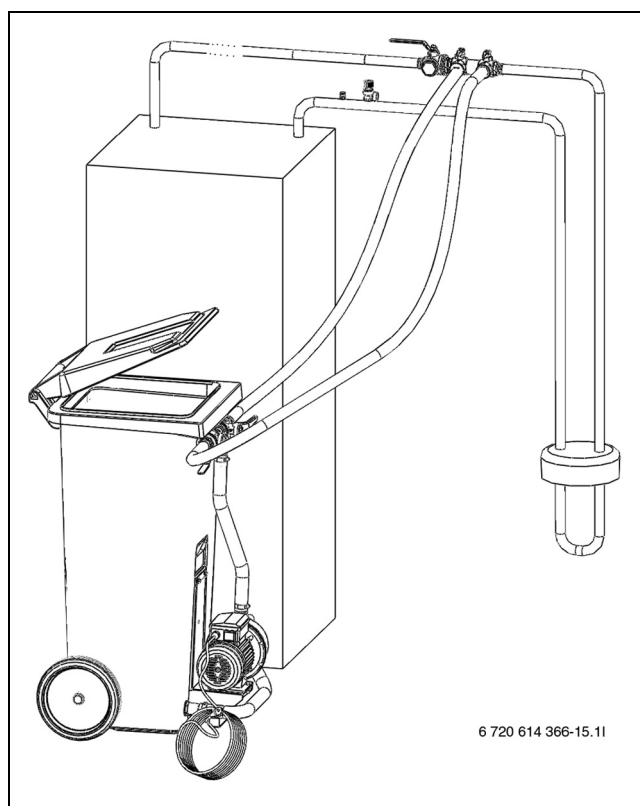

Bild 24 Befüllen mit Befüllstation
- ▶ Zwischen Befüllstation und Befüllstation zwei Schläuche anschließen (→ Bild 24).